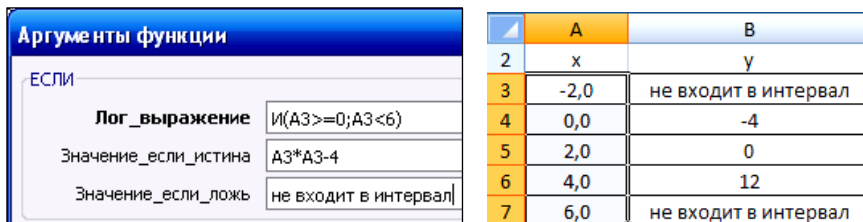

Рис. 3.9. Результат вычисленной функции из примера 3.4
3. Затем, не закрывая окно *Мастера функций*, щелкнуть в *строке формул* на первом слове ЕСЛИ, возвращаясь таким образом в функцию **ЕСЛИ**, и дальше ввести *Значения\_если\_истина* и *Значения\_если\_ложь* (рис. 3.9).